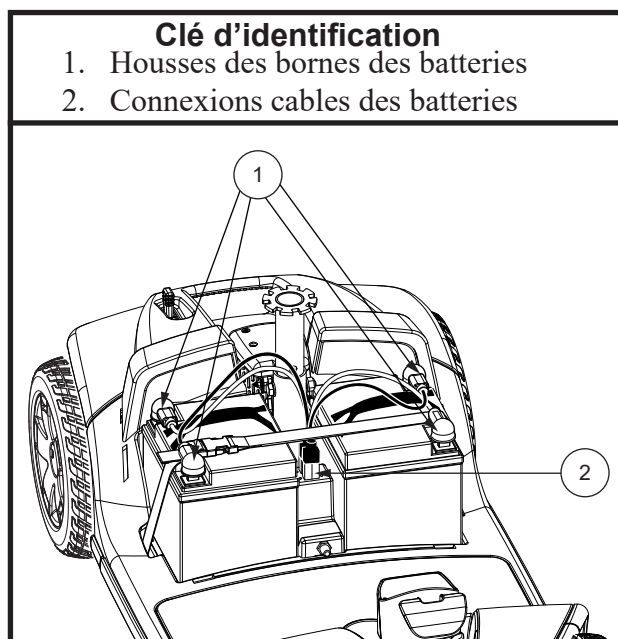

Figure 9. Enlèvement/installation des batteries
3. Débranchez les câbles à batteries en tirant droit vers le haut. Voir la figure 9.